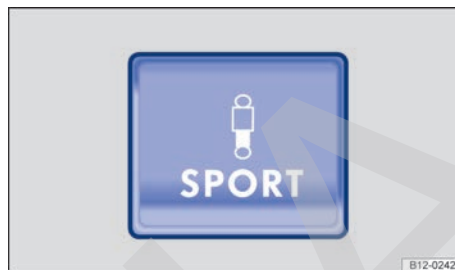

Fig. 151 En la parte superior de la consola central: tecla para ajustar la suspensión Sport Select.
- Pulse la tecla de la configuración de la suspensión → fig. 151 tantas veces como sean necesarias hasta que se muestre el programa deseado.